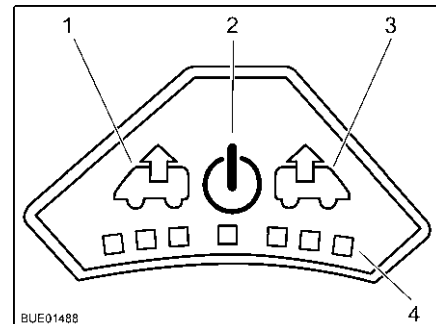

Bild 72 Fläktheregel
Slå på: ■ Tryck på på/av-knappen (Bild 72,2). Fläkten går i komfortläge (vädring med lägsta fläktvarvtal).
Vädra: ■ För att höja fläktvarvtalet: Tryck på vädringsknappen (Bild 72,1). Fläktvarvtalet i vädringsriktningen ökar en nivå. Lampor (Bild 72,4) visar de olika nivåerna.
■ För att minska fläktvarvtalet: Tryck på ventilationsknappen (Bild 72,3). Fläktvarvtalet minskar en nivå.
- För att höja fläktvarvtalet: Tryck på ventilationsknappen (Bild 72,3). Fläktvarvtalet i ventilationsriktningen ökar en nivå. Lampor (Bild 72,4) visar de olika nivåerna.
- För att minska fläktvarvtalet: Tryck på vädringsknappen (Bild 72,1). Fläktvarvtalet minskar en nivå.
- Tryck på på/av-knappen (Bild 72,2). Fläkten stannar och lamporna släcks.